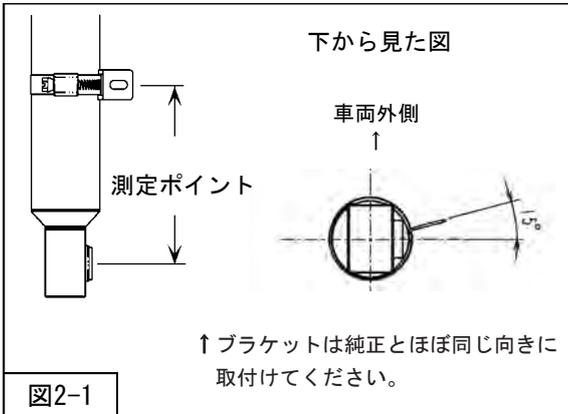
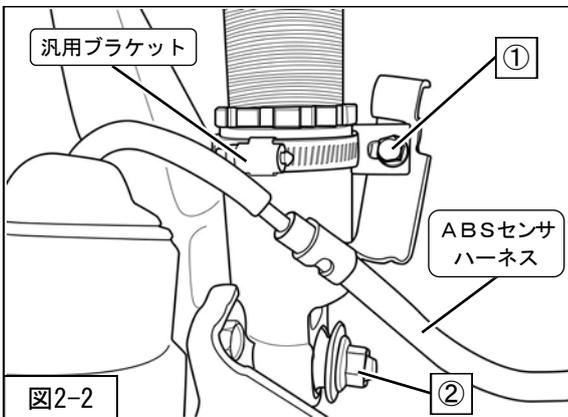

図2-1
図2-2
1. 本製品にはABSセンサハーネスを固定するため、汎用ブラケット（ブラケット+ホースバンド）を同梱しています。測定ポイントが純正サスペンションと同じ距離・位置になるように、汎用ブラケットをフロントサスペンションASSYに固定してください。（図2-1・図2-2）
を取付けてください。（図2-2・図2-4）
5. ①ABSセンサハーネス取付ボルト（締付トルク：4.5～5.8N・m）を使用して、ABSセンサハーネスを取付けてください。（図2-2）